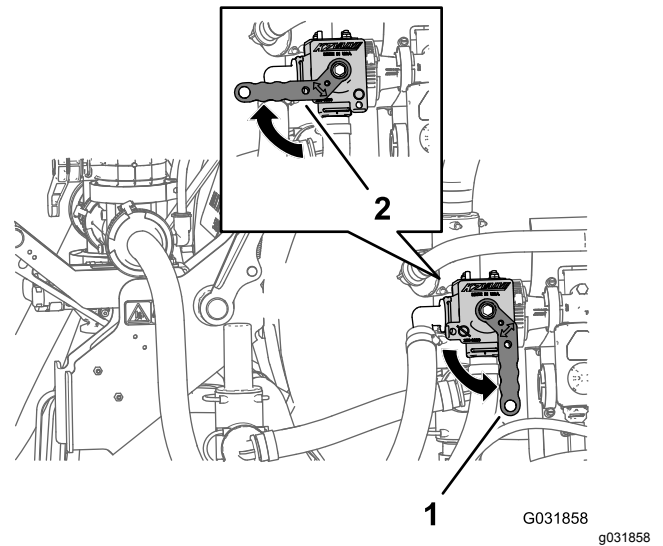

Bild 248
4. Öffnen Sie das Flüssigkeitsabstellventil für den Ejektor, indem Sie den Griff nach links in die GEÖFFNETE Stellung drehen (Bild 248).
Hinweis: Drehen Sie den Griff des Flüssigkeitsabstellventils um 90 Grad nach rechts in die GESCHLOSSENE Stellung, um den Flüssigkeitsfluss zum Ejektor abzustellen (Bild 248).